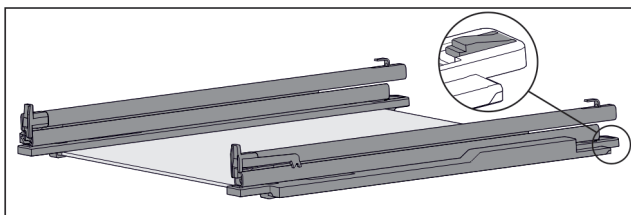

Fig. 95 Glasplaat met rails en vasthouddelen
- ▶ Vasthouddel achter omlaag duwen (zie Fig. 95) en tegelijk rails naar achteren schuiven.